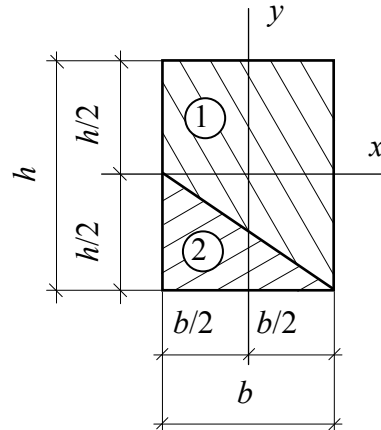

Рис. 1.
6. Сравните абсолютные значения статических моментов двух фигур, составляющих прямоугольник, относительно центральных осей x и y прямоугольника (рис. 1).